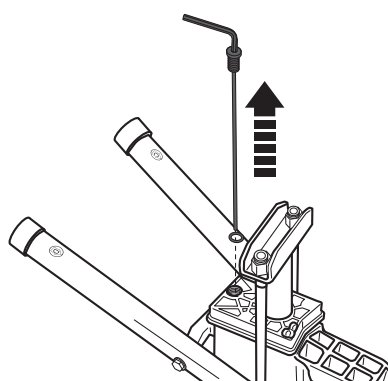

Fig. 8b
- > Dévissez la vis du réservoir [21], puis sortez la jauge. Faites attention au joint (Fig. 8b).